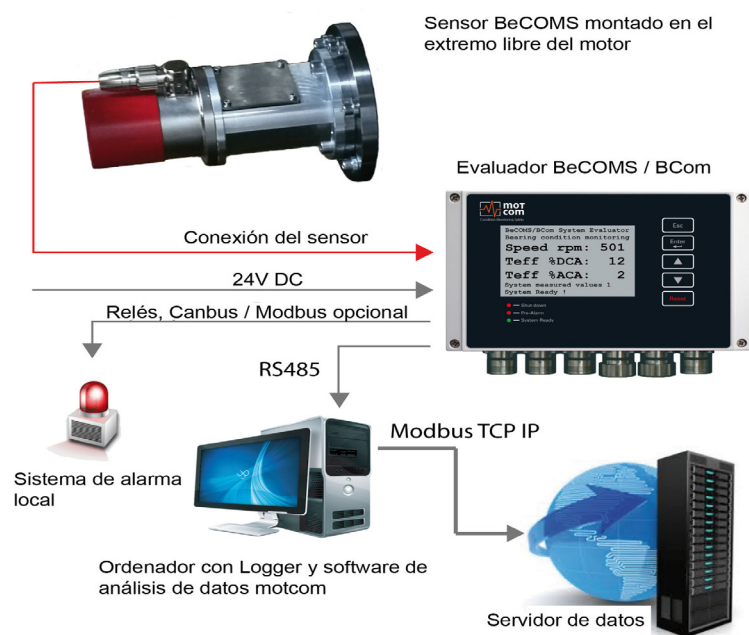

Fig. 3.1 Descripción general del sistema de conexión
- un PC/Notebook con Data Logger completo instalado con BeCOMS® Data\_Logger (capaz de conectarse con un servidor de datos externo a través de Modbus TCP/IP, véase Fig. 3.1) y un CD que incluye los archivos de instalación del software y el Manual de usuario